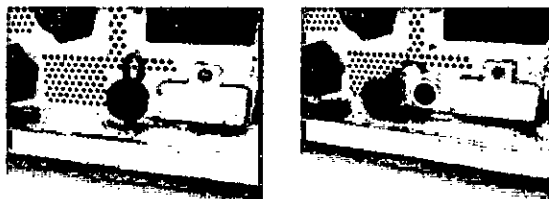

Figura 3-5. Retirar la cubierta del puerto de conexión del pedal
1. Retirar la cubierta de plástico del puerto de conexión del pedal, como se indica en la Figura 3-5.